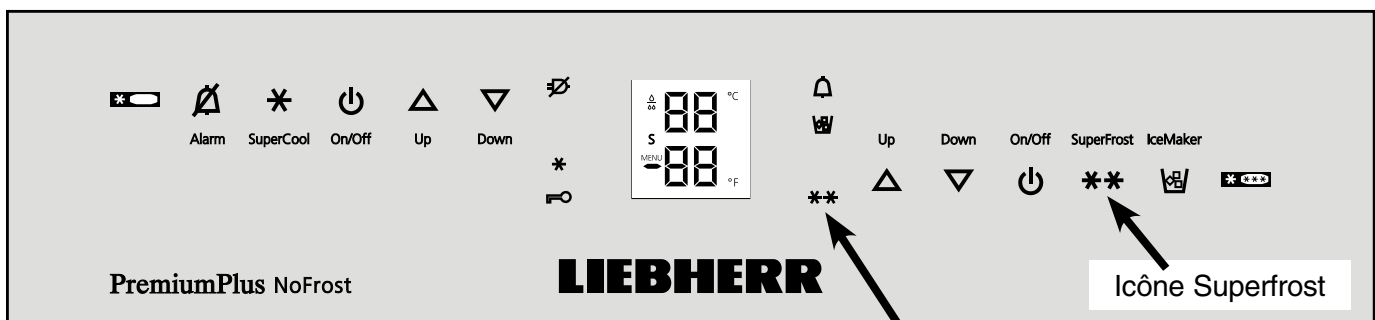

Figure 19
Congeler avec Superfrost - Figure 19
- Retirer complètement le tiroir supérieur du congélateur. Retirer le réservoir à glaçons en le tirant vers le haut. La position du réservoir à glaçons est décrite à la **Figure 19**.